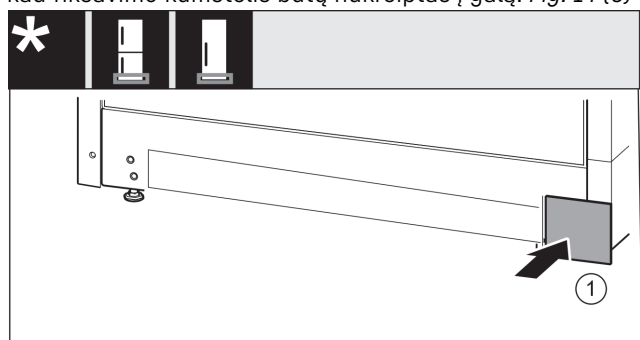

Fig. 15
- ▶ Vėl uždėkite uždangalą kitoje pusėje. Fig. 15 (1)